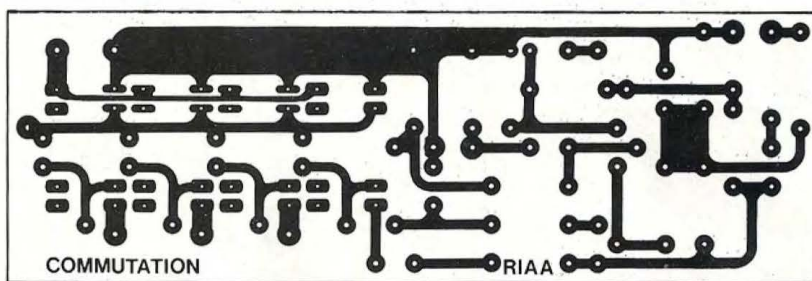

Fig. 8A
Les figures 8A, 8B, 8C et 8D vous proposent les différentes implantations à l'échelle 1.
– La carte "préampli RIAA" regroupe également la "commutation" et reçoit donc 4 relais REED, ce que nous remarquons en figure 8A. Ce circuit est à reproduire en deux exemplaires. Les deux cartes seront superposées, mais nous verrons cela un peu plus loin.